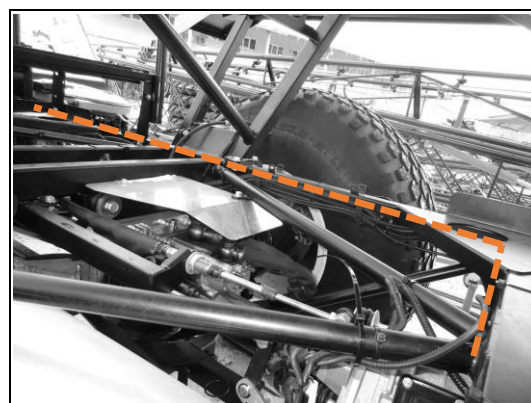

Рис. 164
- 2) Проложите жгут по верхнему правому профилю рамы (Рис. 164) и доведите до передней части кабины и заведите в кабину совместно со всеми жгутами